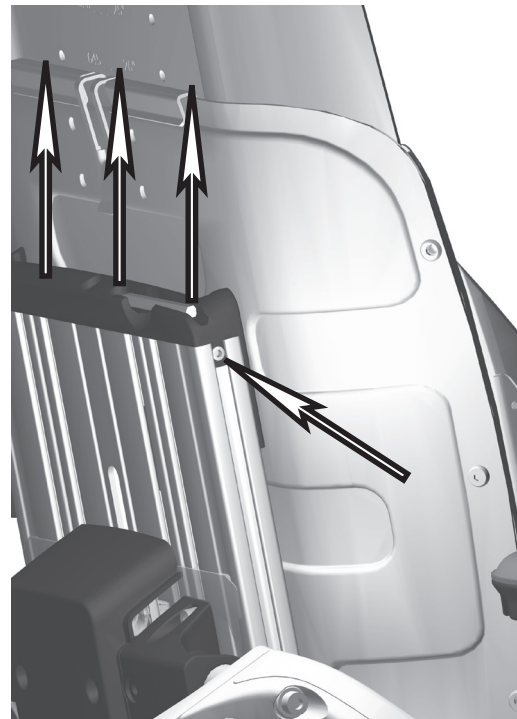

Bild 1.
1. Demontera kåpan på ryggstödsprofilen genom att lätta låsskruvarna på vardera sidan några varv och dra kåpan uppåt, ur spåren. Bild 1.